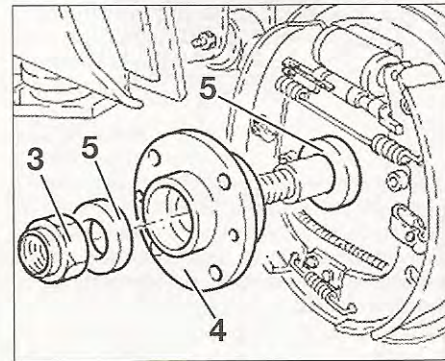

FIG. 24
- Aflojar la tuerca (3) del cubo (4) (fig. 24).
- Desmontar el cubo (4) con los 2 separadores (5).